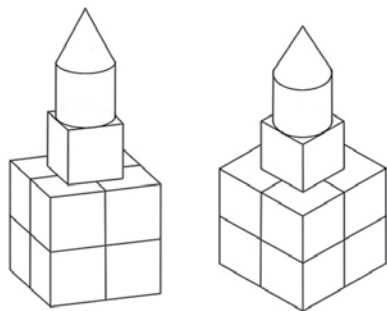

Рис. 69. Технические рисунки игрушки «пирамидка» в разных проекциях
2. Рассмотрите технические рисунки игрушки «пирамидка» (рис. 69). Постройте из деталей набора детского строительного материала такую же или похожую пирамидку. Расположите её перед собой так, как показано на этих рисунках.